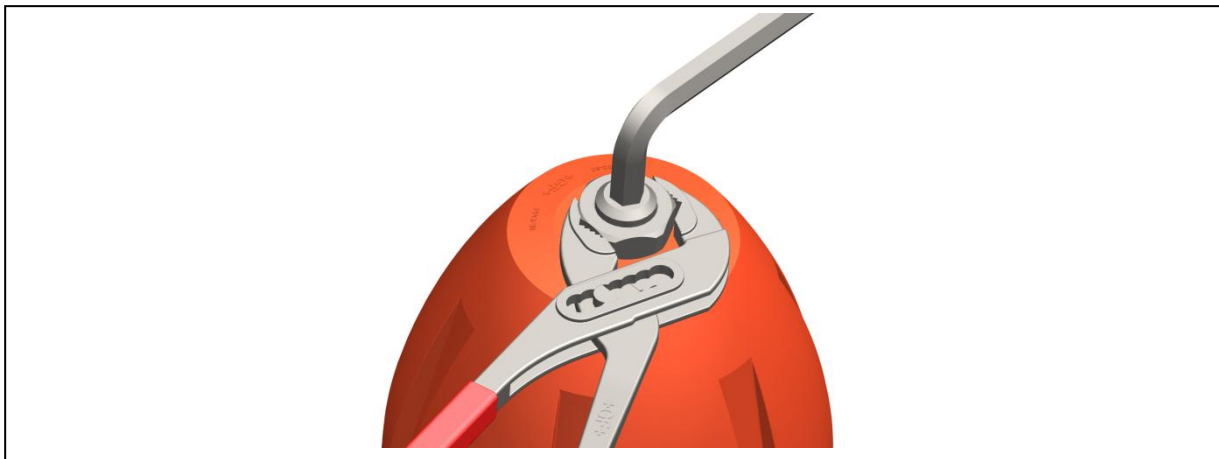

Abb. 6
- Spindel mit Innensechskant fixieren und gleichzeitig die Kontermutter mit entsprechendem Werkzeug anziehen, siehe Abb. 6